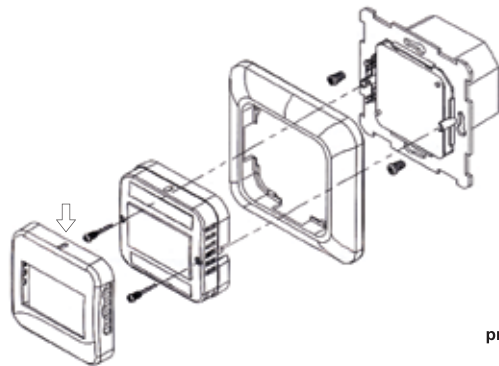

рис.3
- Аккуратно надавите на защелку (рис.3) в центре верхней грани передней панели и снимите переднюю панель;